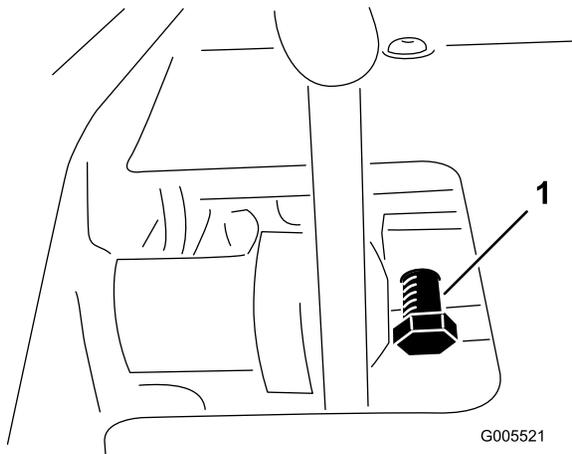

図 54
1. ペダルロックボルトのジャムナットをゆるめる 図 54。